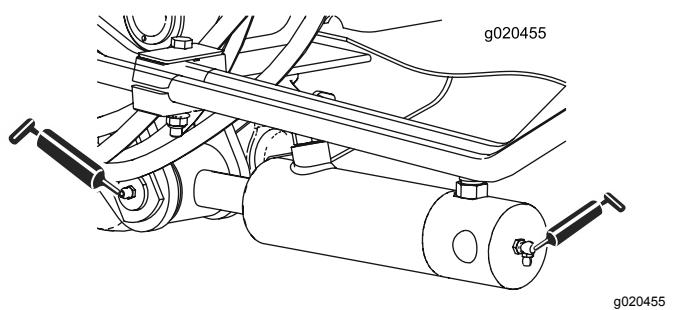

Bild 65
- Zwei (an jeder Seite) Hubarm-Zylinderbüchsen (Bild 65)